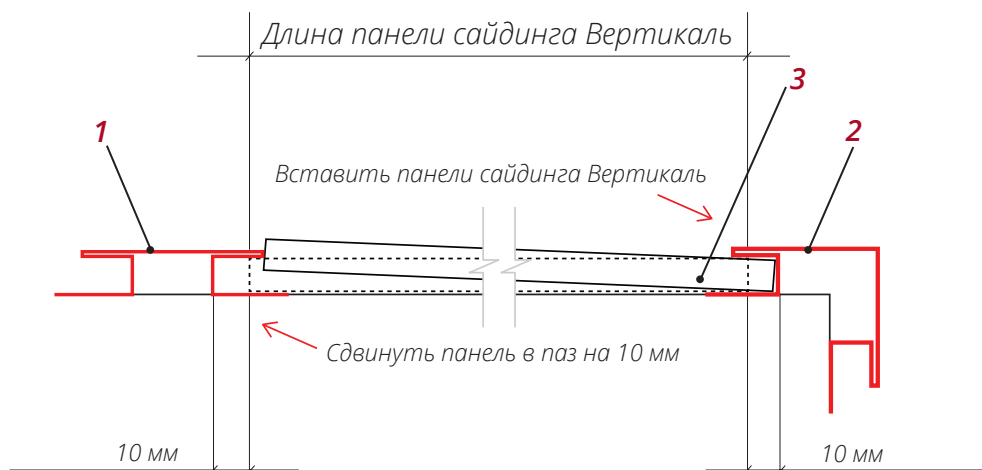

Рис. 3
■ Используя схему со сложными доборными элементами, подготовьте панели таким образом, чтобы, когда один край панели **3** заведен до упора в паз доборного элемента **2**, второй край можно было завести в паз доборного элемента **1** с другой стороны (рис.3).
- Вставьте панель в пазы доборных элементов и выровняйте ее так, чтобы панель входила в пазы наполовину его глубины или на 10 мм (рис.3).
- Прижмите панель к обрешетке и закрепите саморезами в гвоздевую полку. Прикручивайте панель от центра к краям. Не крепите сайдинг слишком плотно. Оставьте расстояние примерно 0,8-1 мм между нижним краем шляпки самореза и панелью, так чтобы она имела свободный ход по горизонтали (рис.3).
- Подготовку и монтаж финишной панели 3 (рис.3) проводите так, как описано для вертикального монтажа.